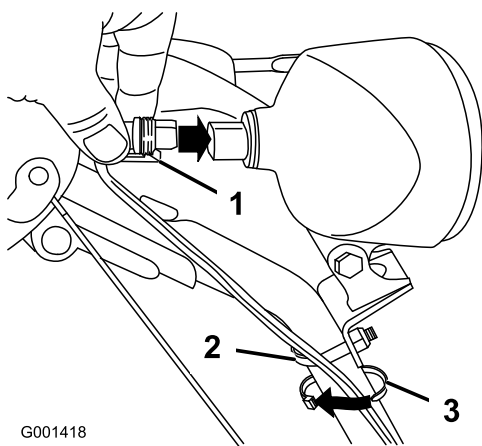

Рисунок 17
1. Вставьте штекер, находящийся на свободном конце провода, в гнездо на задней стенке фары и надежно зафиксируйте его (Рисунок 17).
Примечание: Убедитесь в том, что пластиковый зажим на штекере находится в нижнем положении (Рисунок 17).
2. Установите хомут кабеля (из комплекта деталей) на провод и ручьятку на расстоянии около 2,5 см ниже болта U-образной формы (Рисунок 17).